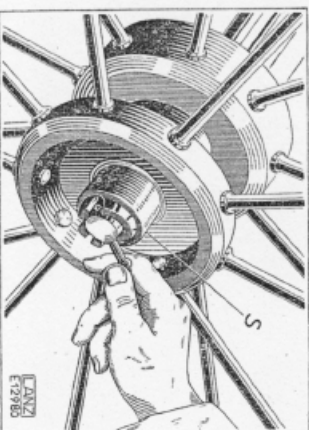

Bild 2. Stoßscheibe aufsetzen.
- c) Stoßscheibe „s“ (Bild 2) auf Achse schieben und versplinten. Die Stoßscheiben sind mit verschiedenen hohen Kerben versehen, um seitliche Abnützungen auszugleichen zu können.